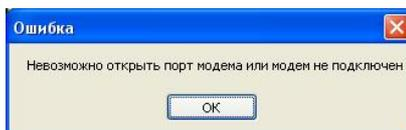

Рис. 4.5.13. Ошибка в подключении модема
2. Если в файле *ms\_notify.ini* номер COM-порта и скорость его работы указаны верно, но при запуске программы *Информатор* появляется ошибка в подключении модема, то необходимо проверить наличие GSM-модема, соответствие напряжения питания модема и не занят ли данный COM-порт сторонним приложением (рис. 4.5.13).